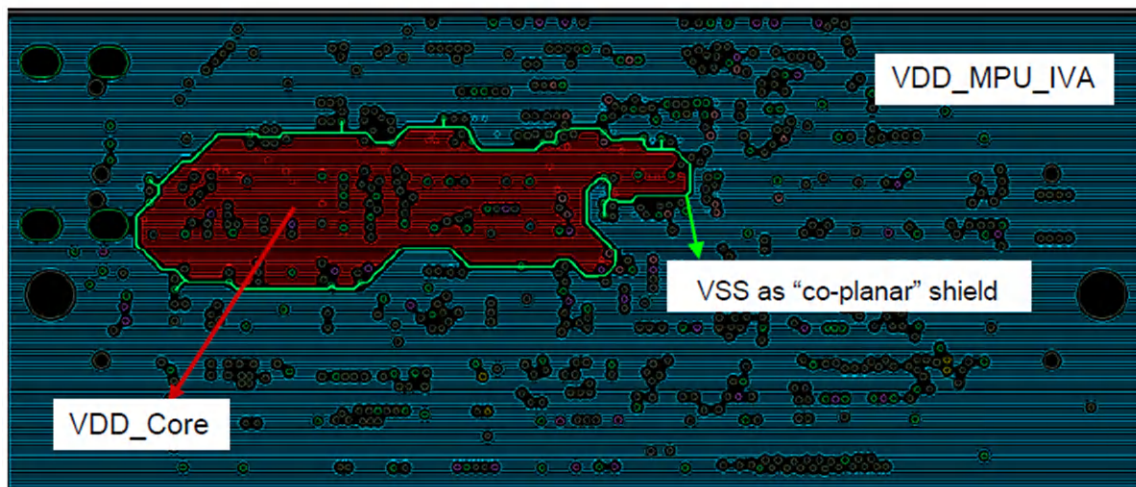

図 3-3. 接地ガードバンドを使用したパワーネットの「Co-Planar」シールドの例
- 適切な場合は、「共平面」シールドを使用して、PCB 上でのさまざまな電源ネットのカップリングを避けるようにしてください。図 3-3 に、2 つの異なる電源回路 (VDD_MPU_IVA および VDD_CORE) の同一平面シールドの例を示します。